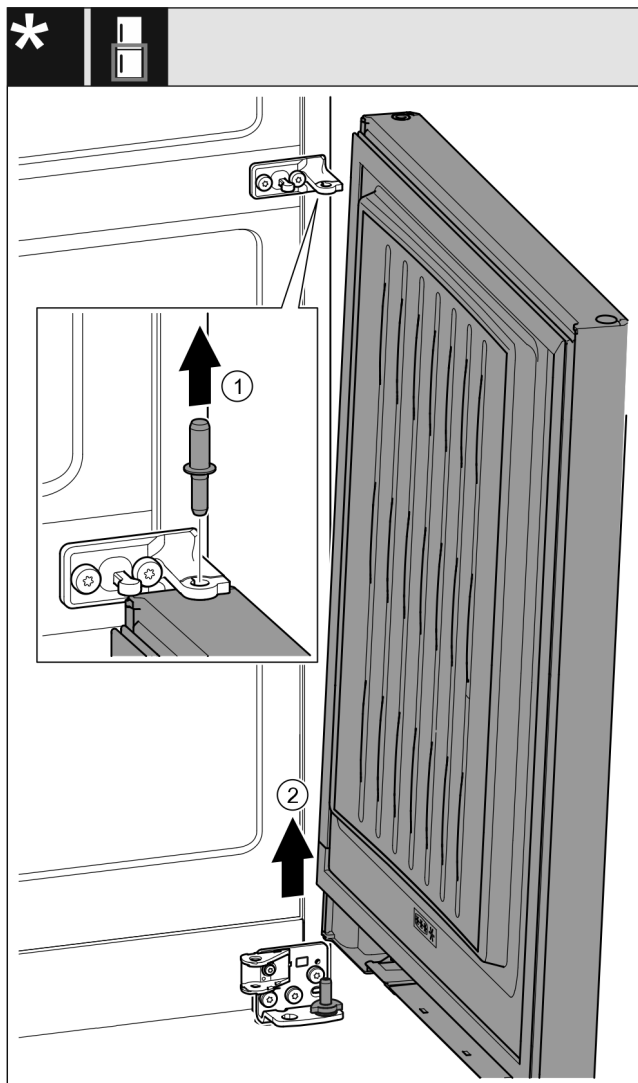

Fig. 23 \*
- ▶ Ištraukite kaiščius į viršų. Fig. 23 (1)\*
- ▶ Pasukite duris, ištraukite jas į viršų ir pastatykite į šoną. Fig. 23 (2)\*